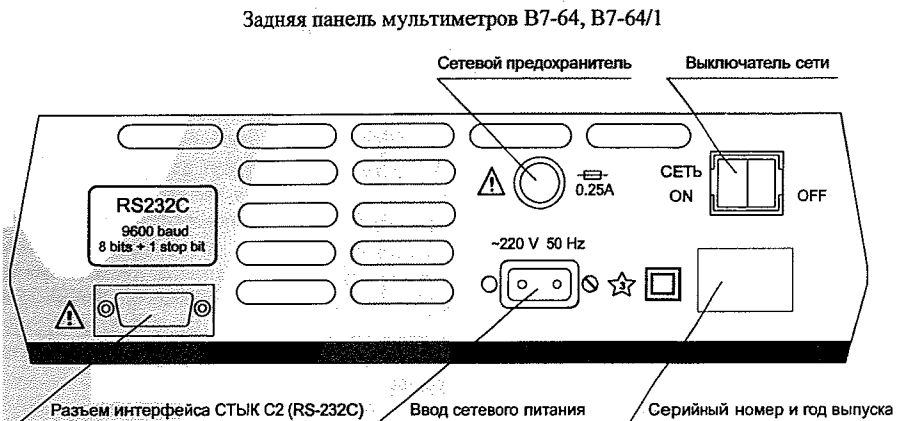

Рис.10.4
10.5.1. Задняя панель прибора показана на рис.10.4. На ней расположены разъем интерфейса, предохранитель, ввод сети и выключатель сети.